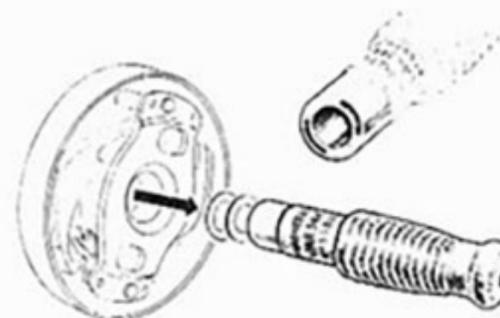

FIGURE 22
- Enlever les rondelles de calage (extracteur magnétique réf. 1323) (Fig. 22).